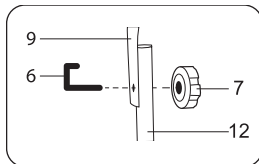

рис. 2
Совместите отверстия средней стойки (9) с отверстиями на нижней стойке (12). Установите скобу крепления ручки (6) и закрепите гайками (7) с двух сторон (см. рис. 2).